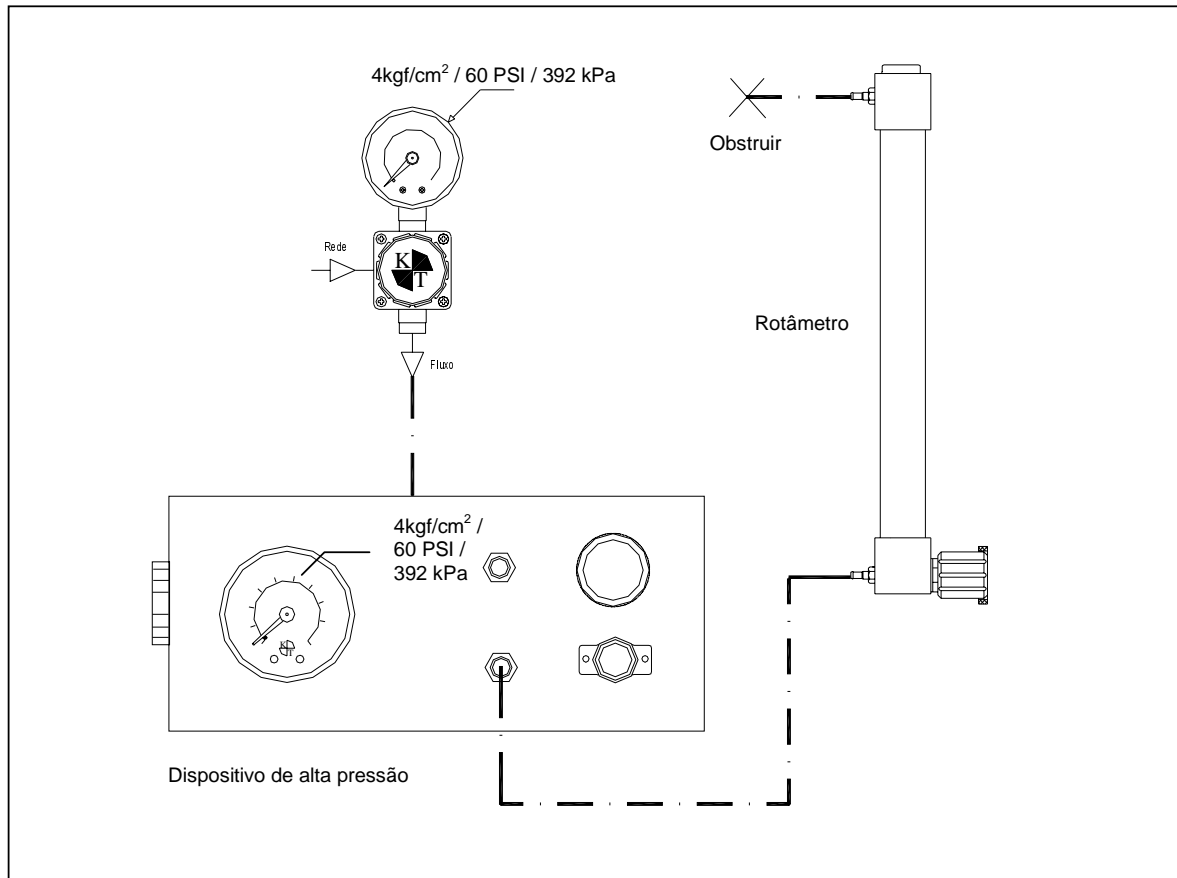

Figura 5.4: Esquema para verificação do vazamento em alta pressão
1. Seguindo o esquema da Figura 5.4, alimente o dispositivo de alta pressão com 60 PSI;